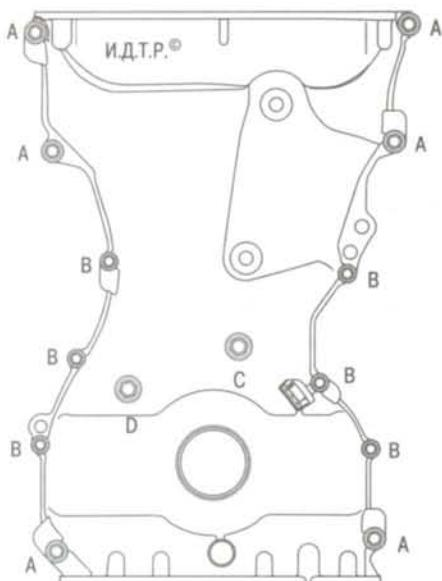
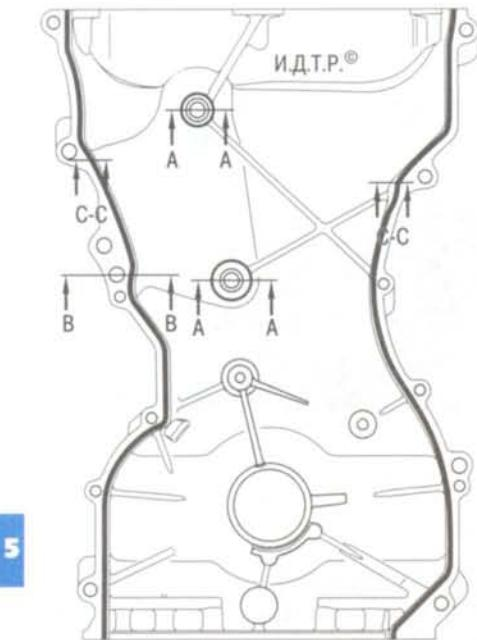

Рис. 5.3. Порядок ослабления болтов крышки газораспределительного механизма
Рис. 5.8. Схема нанесения герметика на крышку газораспределительного механизма
5 11. Выверните шесть болтов **A** (рис. 5.3), шесть болтов **B**, по одному болту **C** и **D**, а затем снимите крышку цепи газораспределительного механизма.
17. Нанесите на привалочную поверхность крышки газораспределительного механизма герметик в соответствии со схемой, показанной на рис. 5.8, установите крышку и вверните болты ее крепления в порядке, обратном показанному на рис. 5.3.